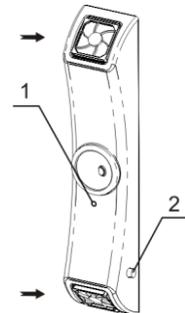

Abb. 5 Standort der Staubfilter
Die Staubfilter an jedem Ende des UV-Rezirkulators sollten monatlich überprüft und ausgetauscht werden, wenn sie verstopft sind. Klemmen Sie einfach die Abdeckungen ab (Abb. 5/→), um die Filter zu überprüfen, auszutauschen oder zu reinigen, setzen Sie erforderlichenfalls einen neuen Filter ein oder spülen Sie den vorhandenen mit Wasser aus, trocknen Sie ihn ab und setzen Sie ihn wieder ein. Klemmen Sie die Abdeckungen wieder ein.
- 6.7. **Austausch der UV-Lampe.** Der Austausch darf nur von qualifiziertem und spezifisch geschultem Personal vorgenommen werden. Der Austausch der UV-Lampe ist vorzunehmen, wenn die Lampe defekt ist oder die vom Hersteller angegebene Lebenszeit abgelaufen ist. Benutzen Sie die Anzeige in der Mitte des Rezirkulators (Abb. 5/1), um den Betrieb der Lampe im Inneren des Rezirkulators zu überprüfen. Wenn die Anzeige leuchtet, während der Schalter eingeschaltet ist (ON), dann ist die UV-Lampe funktionsfähig. Wenn sie nicht leuchtet, muss Sie ausgetauscht werden.